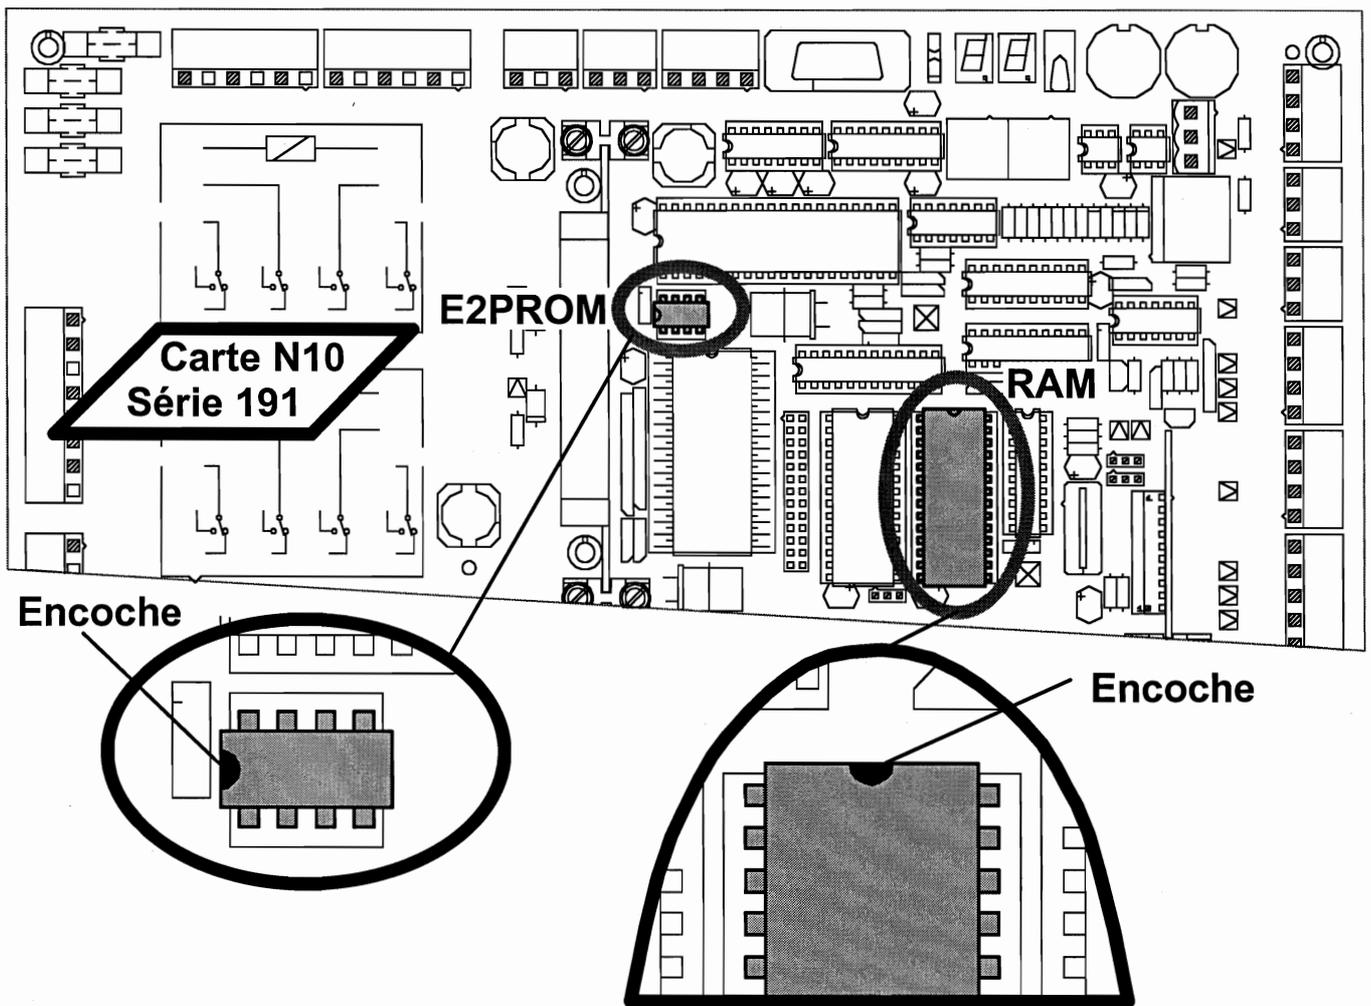

Figure 1 Série 191 : localisation des boîtiers E²PROM et RAM sur la carte N10
- ❶ Localisez les boîtiers E²PROM et RAM en vous aidant de la figure 1, page ci-contre,
- ❷ En vous aidant d'un tournevis plat que vous glisserez entre le circuit intégré et son support, dégagez le boîtier mémoire E²PROM de son support **en prenant garde à ne pas casser ni plier les broches !**,
- ❸ Insérez le boîtier **E²PROM** dans le support de la plate-forme **P114**, en prenant garde, là encore, à **ne pas plier de broches**.
Comme le montre la figure 1 l'**encoche du boîtier E²PROM** (et donc le condensateur et la résistance de la plate-forme) doit être dirigée **vers la gauche**.